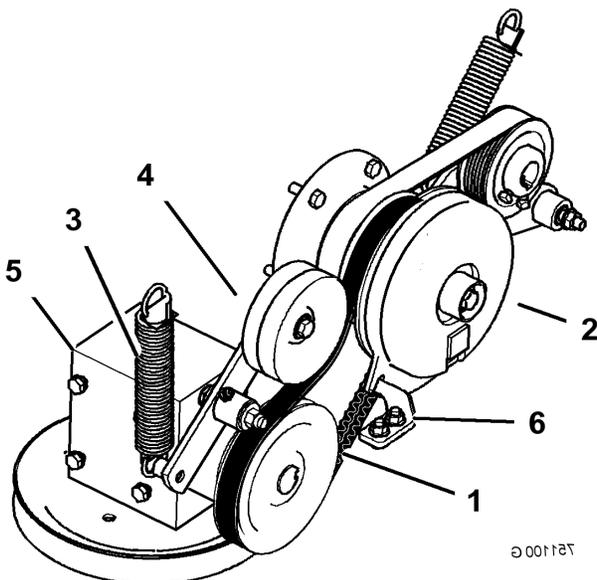

Figura 59
4. Retire el muelle del brazo de la polea tensora (Figura 59).
7. Instale la correa de transmisión de la PTO alrededor de la polea del embrague y la polea de la caja de engranajes (Figura 59).
9. Instale el muelle en el brazo tensor (Figura 59).